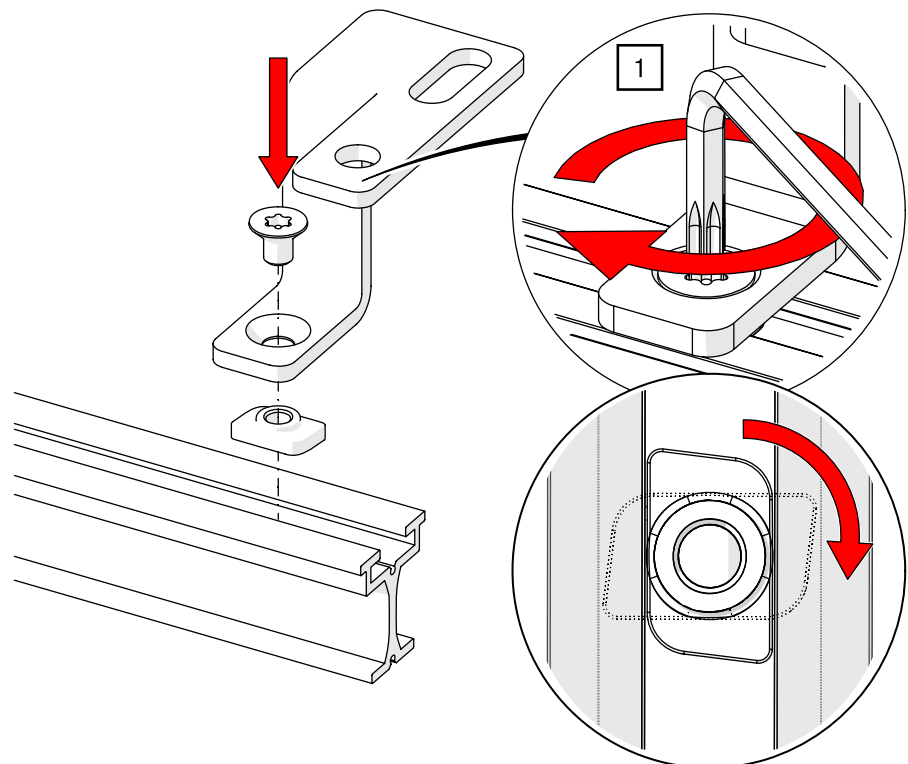

Abb. 63: Seilführung montieren – Montage mit Nutenstein
1. Montieren Sie das Blech zur Abhängung mit dem Nutenstein und TORX®-Schlüssel T40 an der Schiene (siehe Abb. 63).